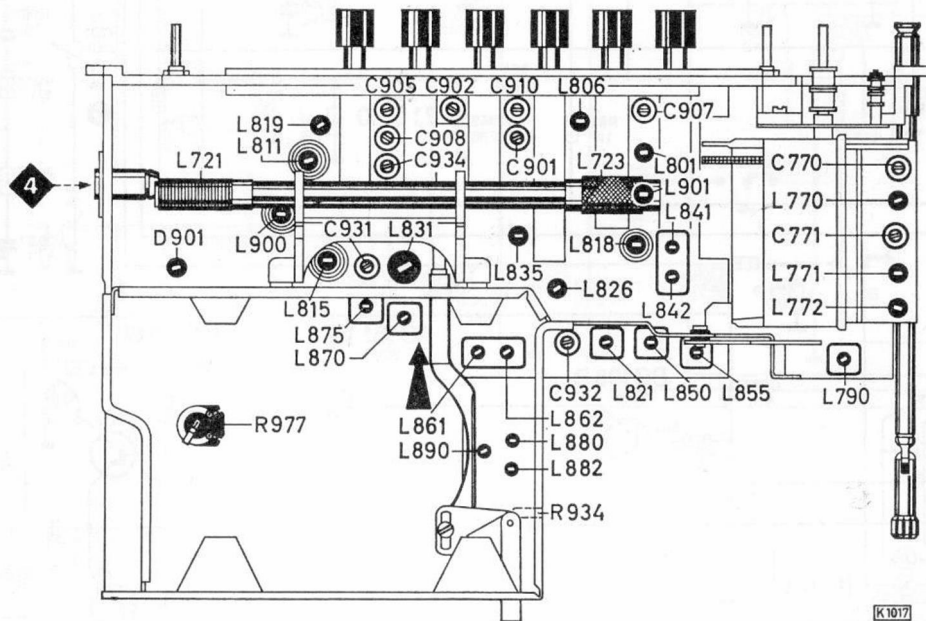

Fig. 3
- 6.5 Den Ruhestrom ca. 1 Minute nach dem Einschalten des Gerätes mit dem Einstellregler R 977 (Fig. 3) auf $4 \text{ mA} + 20 - 10\%$ einstellen.
Achtung! Beim Abgleich des MW- und LW-Vorkreises auf dem Wellenschalter muß der Umschalter, Fig. 3, in Pfeilrichtung geschaltet sein.
- 6.5 Approx. 1 minute after switching on set, set zero signal current via adjuster R 977 (fig. 3) to $4 \text{ mA} + 20 - 10\%$.
Attention! When aligning the MW and LW pre. circ. on the waveband switch the conversion switch, fig. 3, must be switched in direction of the arrow.
5) Ein AM-Signal, 400 Hz, 30% moduliert, soll eine Ratiospannung von 1,4 V erzeugen. Dann mit R 934 ein Spannungsminimum am Outputmeter einstellen, Fig. 3.
5) An AM signal, 400 Hz, 30% modulated, must produce a ratio voltage of 1.4 V. Adjust a voltage minimum at the outputmeter by means of R 934, see fig. 3.